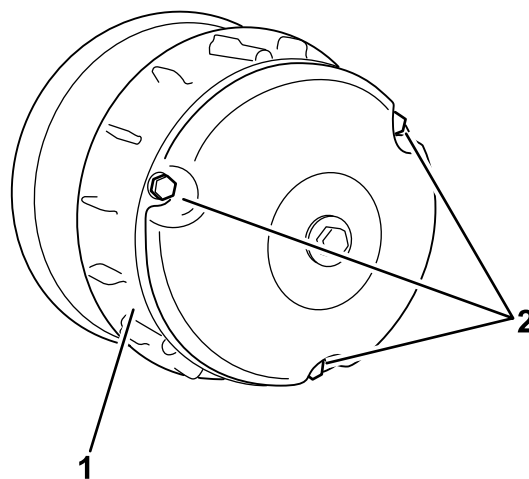

Figura 58
- Togliete i 3 bulloni che fissano il carter della frizione e togliete il carter (Figura 58).
- Montate il carter della frizione e fissatelo con i 3 bulloni (Figura 58) tolti in precedenza 2.